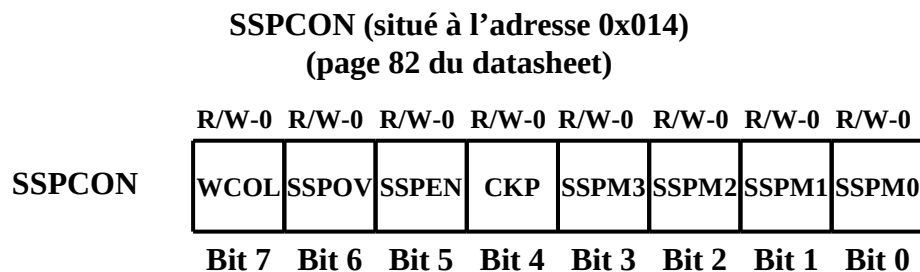

Figure VIII.176.
② le registre SFR **SSPCON** (déjà vu dans le mode **SPI**) dont le format est rappelé sur la figure VIII.176. suivante :